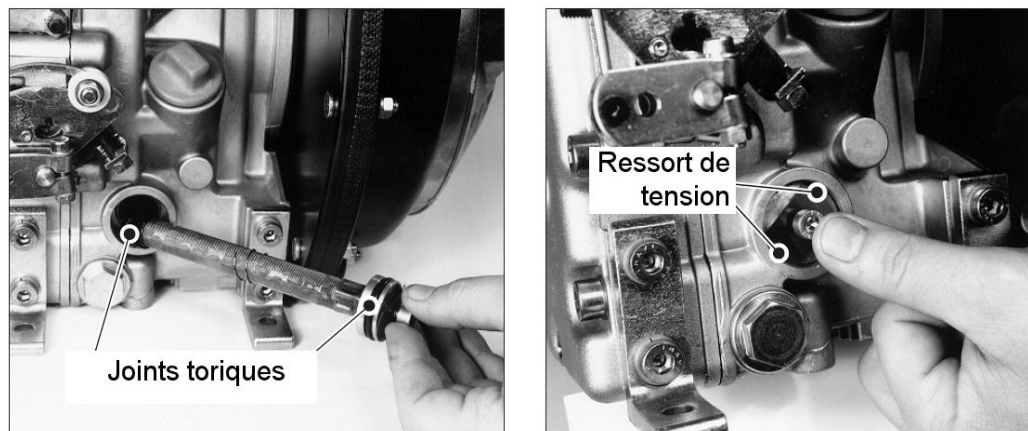

Fig. 2-9 Remontage du filtre à huile
3. Vérifier les joints toriques (figure 2-9). Les remplacer si nécessaire.
5. Insérer le filtre jusqu'en butée. Veiller à ce que les ressorts de tension (fig. 2-9) soient en appui sur le filtre avant de serrer la vis.